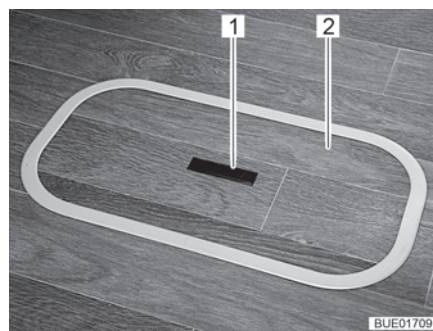
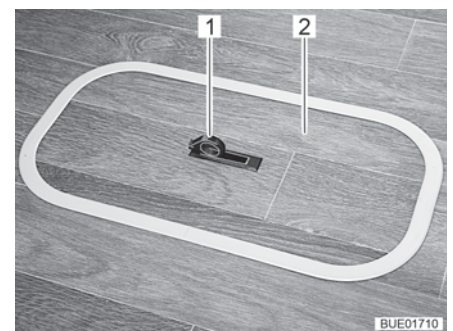

Fig. 49 Couvercle compartiment dans le plancher (poignée encastrée)
Fig. 50 Couvercle compartiment dans le plancher (poignée pivotée vers l'extérieur)
- Pousser la plaque de la poignée (Fig. 49,1) vers le bas d'un côté. La poignée (Fig. 50,1) pivote vers le haut.
- Tirer le couvercle (Fig. 49,2 et Fig. 50,2) vers le haut pour le retirer.